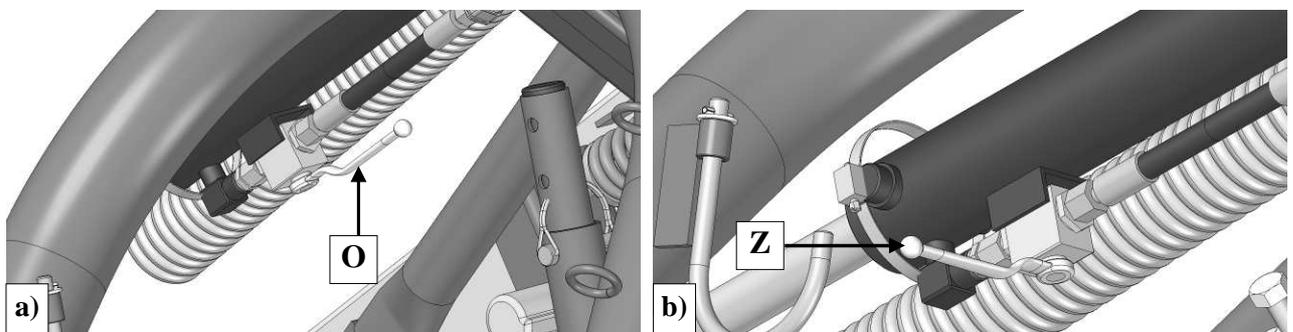

Рис. 12. Клапан сервомотора в положении: а) открытым O (работа), б) закрытым Z (транспорт)
- ❑ открыть предохранительный клапан на сервомоторе (Рис. 12а),